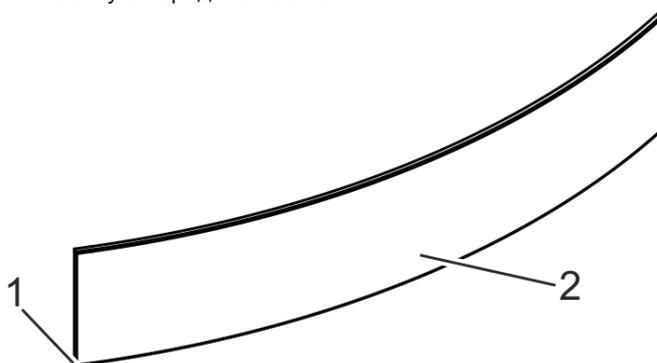

Рис. 97 Облицовка канопе
3. Равномерно наклеить прозрачную ленту на облицовку канопе (рис. 97/3) вдоль задней нижней кромки (рис. 97/1).
4. Снять защитную пленку с «липучки» на задней стороне облицовки канопе (рис. 97).